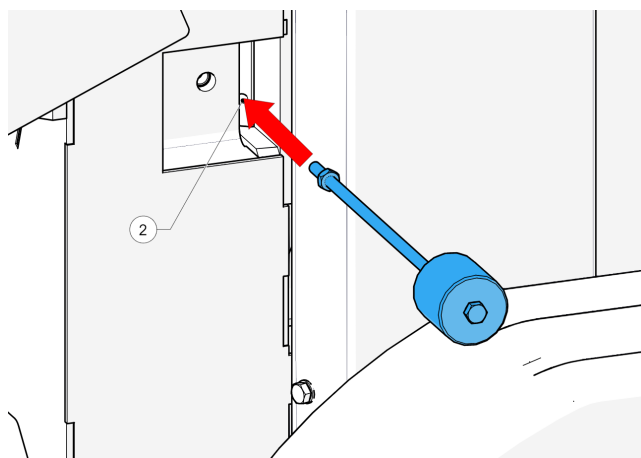

Abbildung 59 - Gleithammer
8. Führen Sie einen geeigneten Gleithammer in die M8-Bohrung (2, Abbildung 59).